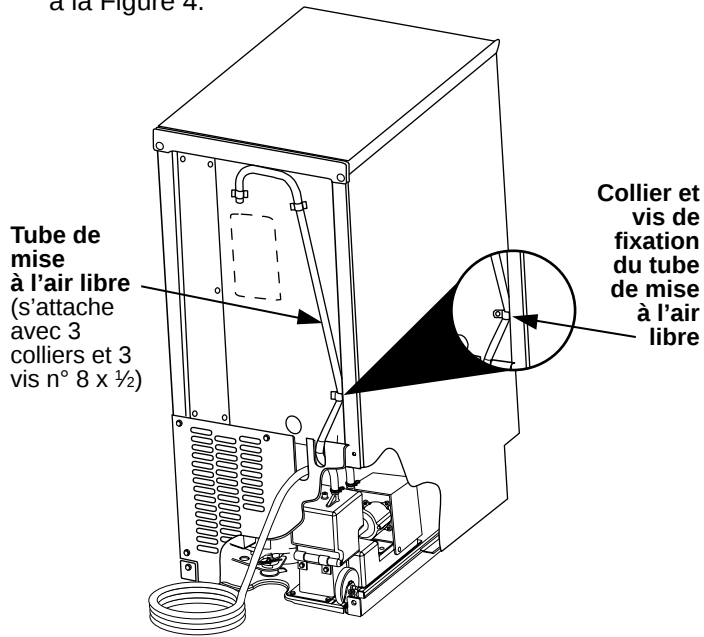

Figure 4
13. Attachez le tube de mise à l'air libre à l'arrière de la machine à glaçons avec les trois (3) colliers et les trois (3) vis n° 8 x ½ pouce fournis. Reportez-vous à la Figure 4.